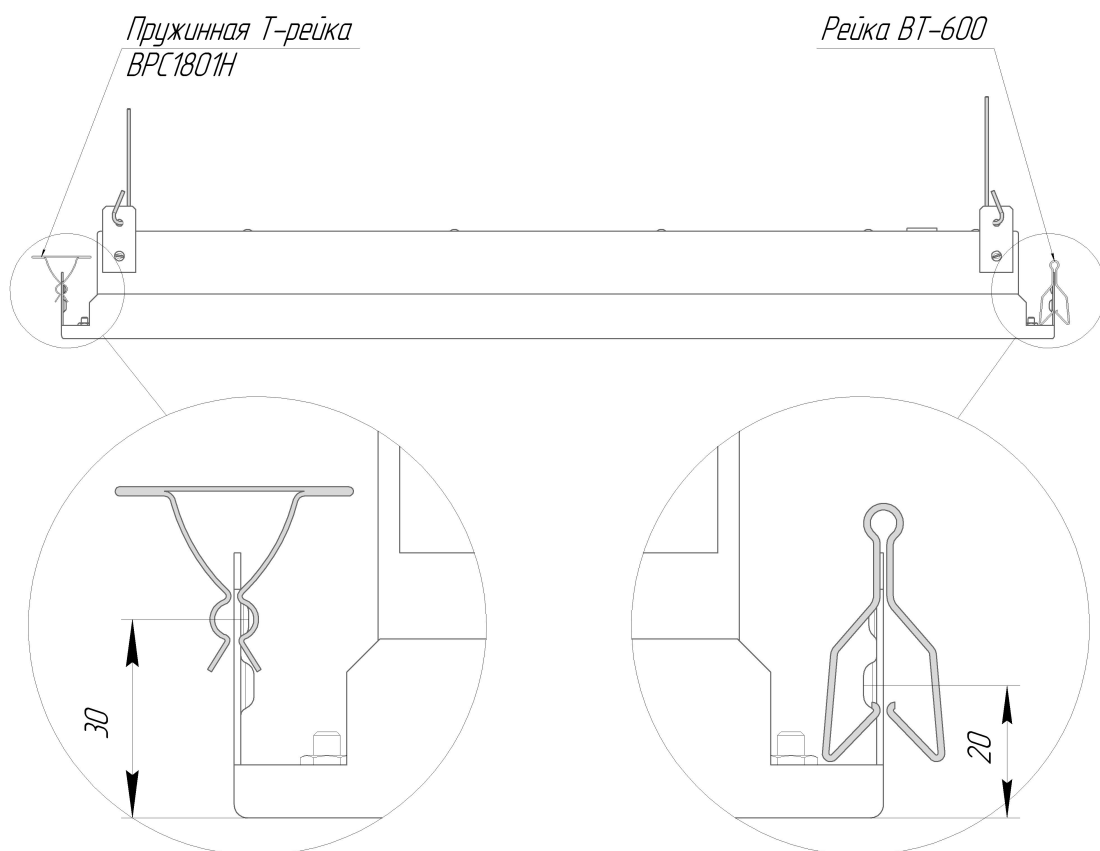

Рисунок 2 - Схема установки светильника ДВО12 VCF
5.6 Для установки светильника в потолок V-Clip F (на T-рейку) используйте пуклёвки обечайки, находящиеся на расстоянии 30 мм от лицевой поверхности светильника (рис. 2).
5.7 Для установки светильника в потолки Clip-in (Q-Clip, R-Clip, F-Clip, D-Clip) на рейку BT-600 используйте пуклёвки обечайки, находящиеся на расстоянии 20 мм от лицевой поверхности светильника (рис. 2).